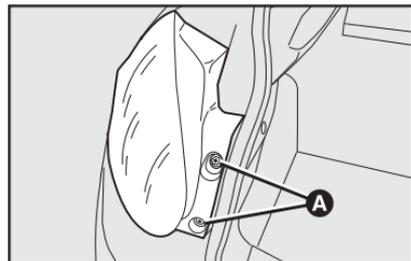

fig. 23
- abrir o porta-malas, depois, desatparar os dois parafusos **A-fig. 23** de fixação do grupo óptico traseiro;